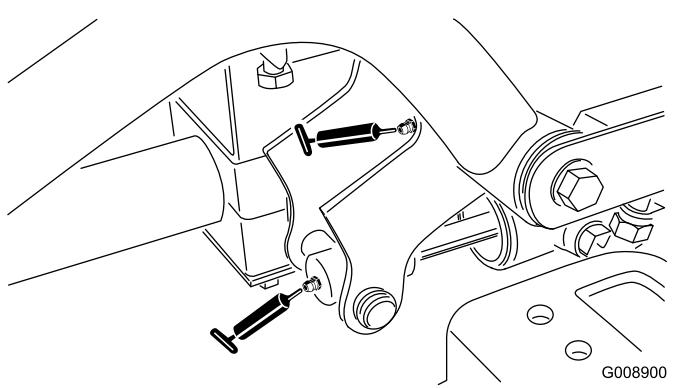

Figure 37
- Pivot de bras de levage avant gauche et vérin de levage (2) (Figure 37)